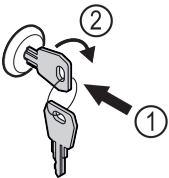

Fig. 102
- ▶ Вставьте ключ Fig. 102 (1).
- ▶ Поверните ключ на 90° по часовой стрелке Fig. 102 (2).